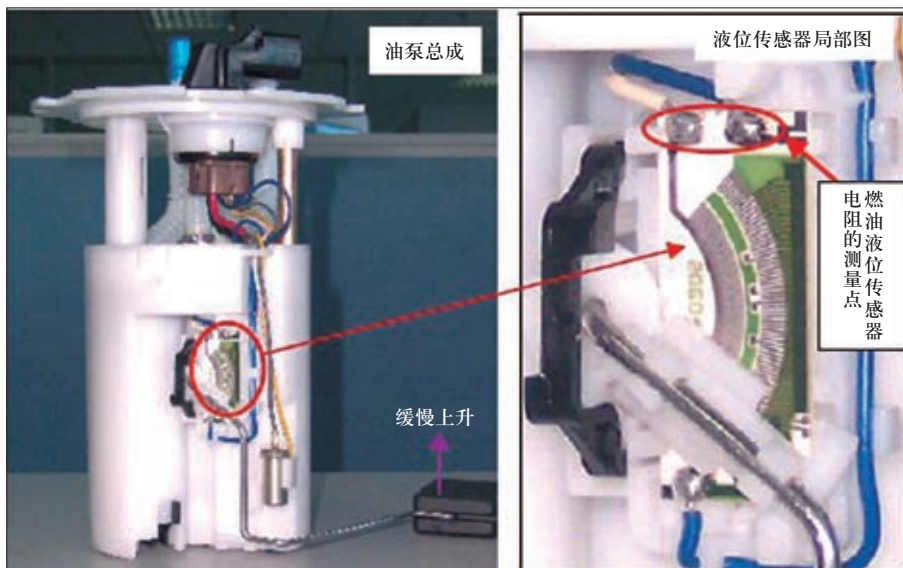

图2 燃油液位传感器示意图
2. 将万用表的探针置于图2所示的接触点, 将浮子由底部缓慢上移, 并读取此过程中万用表显示的电阻值。